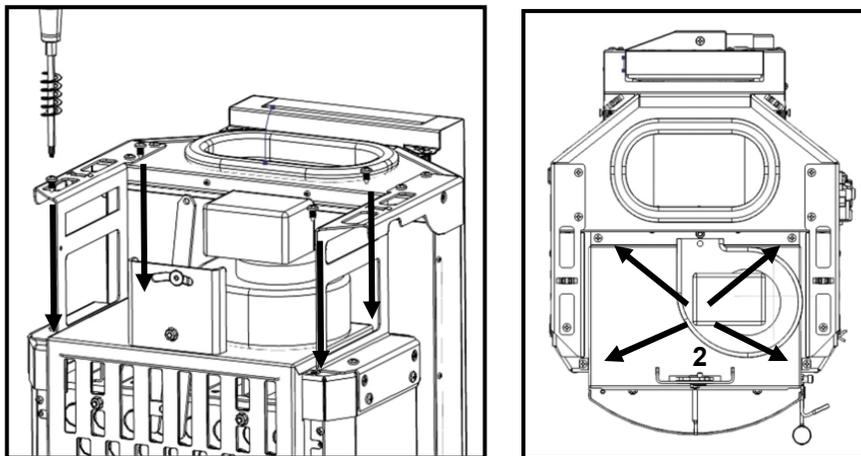

Figura 88 - Fixação do ventilador ao equipamento
e) Apertar o conjunto da Figura 88 na face superior da câmara de combustão utilizando 4 parafusos **(A)** nos furos preparados para o efeito (2).